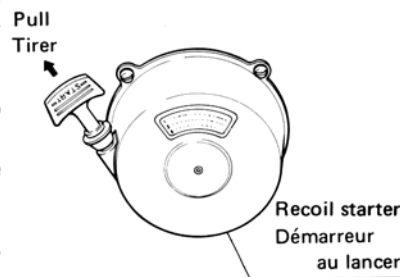

Fig. 5
- Pull the starter rope (grip of recoil starter) from the position where compression is felt. (fig 5)
- Tirer sur la corde de démarrage (poignée du démarreur au lancer) à partir de la position où l'on sent la compression. (Fig. 5)